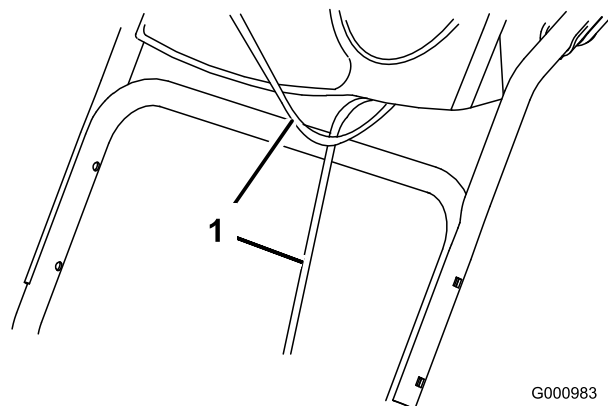

Figura 3
1. Sollevate il gruppo stegola superiore, giratelo e posizionalo sopra la stegola inferiore (Figura 3).